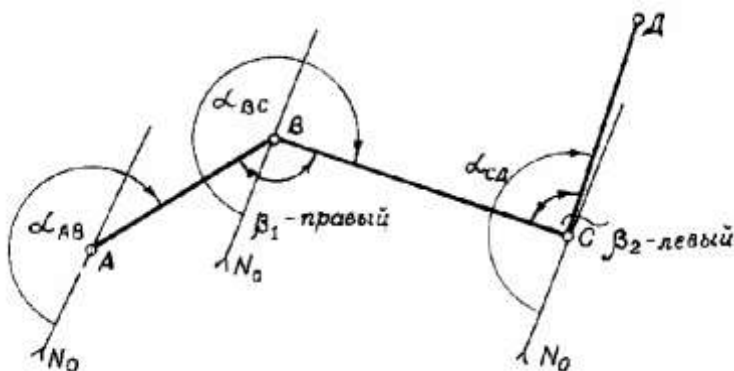

Рис.11
7. Определить дирекционные углы и румбы линий  $BC$  и  $CD$  (рис.11) по дирекционному углу линии  $AB$  и измеренным углам  $\beta_1$  и  $\beta_2$ , указанным в табл.7.